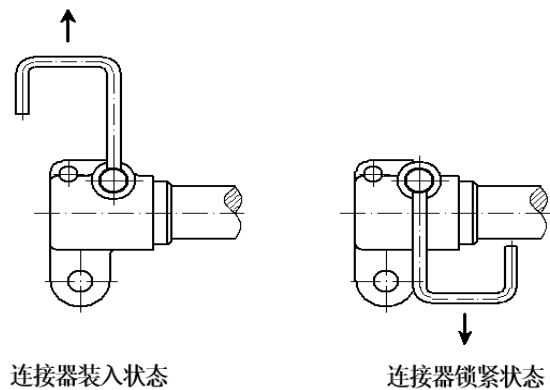

图 13
d) 安装内筒时，先用手指提着连接器的拉环转到向上的位置，把连接器套入杠杆吊杆端后，再将拉环轻轻转到下垂的位置即可。请参见图 13。